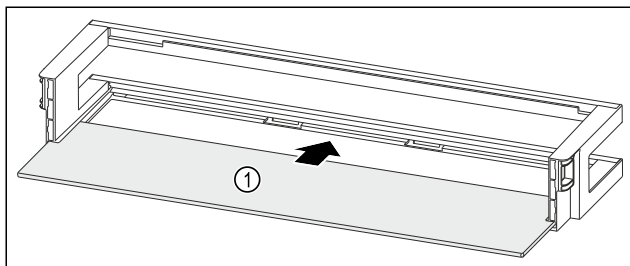

Fig. 90 Dørhylde med hylde
- ▶ Skub hylde Fig. 90 (1) ind i udsparringerne i siden.